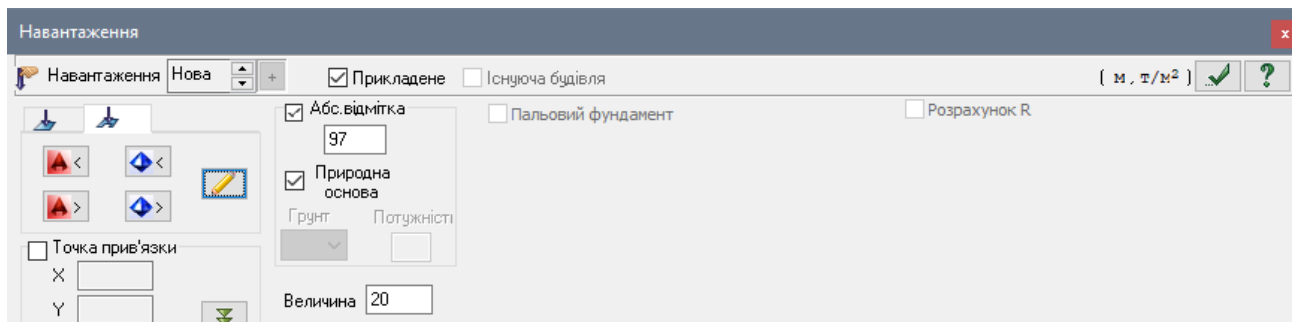

Рис. 9.22. Діалогове вікно **Навантаження**
- В цьому вікні перейдіть на закладку задання типу навантаження  – **Довільний штамп** (рис. 9.22).